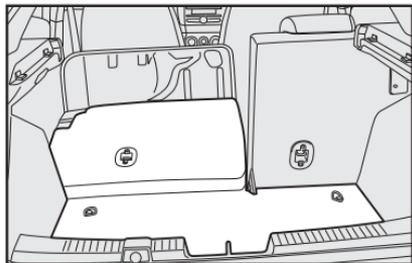

fig. 90
- inclinar para frente o assento desejado **fig. 90**;